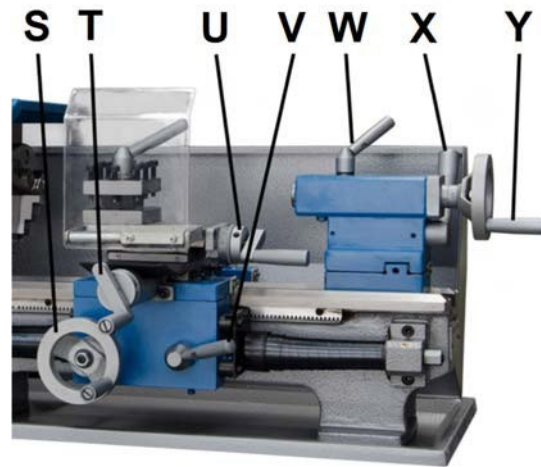

Abb. 10-6: Bedienelemente der Maschine
Schlosskastenverstellweg (S, Abb. 10-6), Querverfahrweg (T) und Oberschlittenverfahrweg (U) können auf Längs- und Planvorschub eingestellt werden.
Den Mutterschlosshebel (V, Abb. 10-6) nach unten drücken, um den automatischen Längsvorschub zu aktivieren. Zum Deaktivieren nach oben drücken.